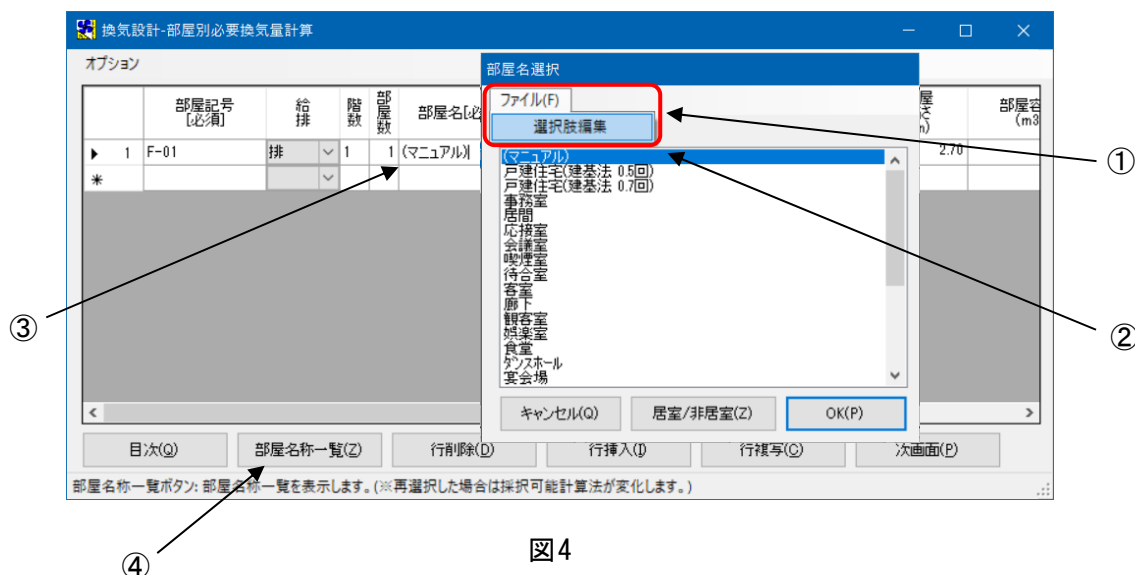

図4
(5) 入力途中で新規部屋名登録をしたい時は、『部屋名選択』画面の [ファイル(F)] ボタン(図4-①) をクリックし、[選択肢編集] をクリックします。
(6) 『部屋名』を「(マニュアル)」(図4-②)にした場合は、部屋名欄に「マニュアル」(図4-③)と表示されますので、[Back Space] キーで削除し、部屋名を入力してください。
(7) 一度入力した部屋名を変更したい場合は、カーソルが「部屋名」欄にあることを確認し、[部屋名称一覧(Z)] ボタン(図4-④) をクリックします。